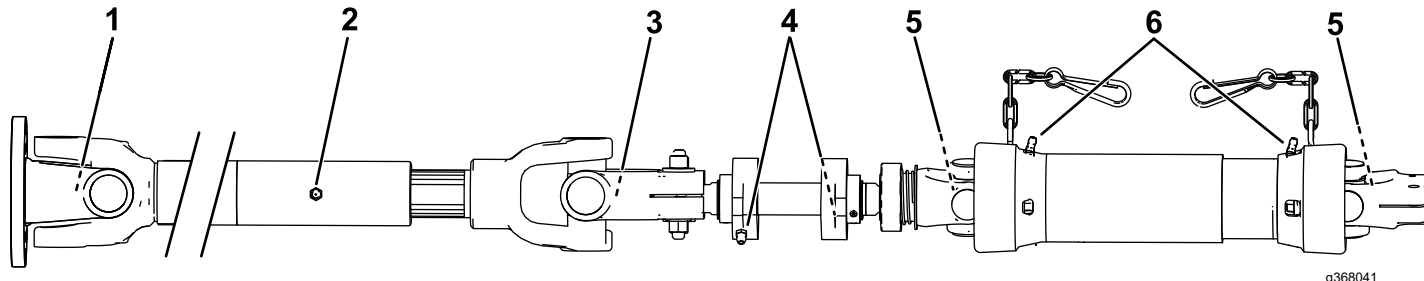

図 23
2. グリスポイントは全部で9ヶ所です取り付けキットの整備デカルまたは 図 23を参照。